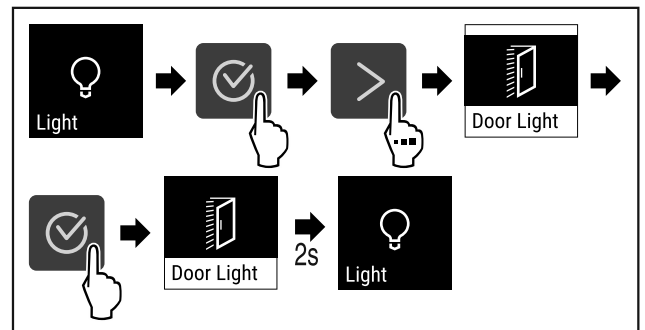

Fig. 69
- ▶ Obavite korake postupka (pogledajte Fig. 69).